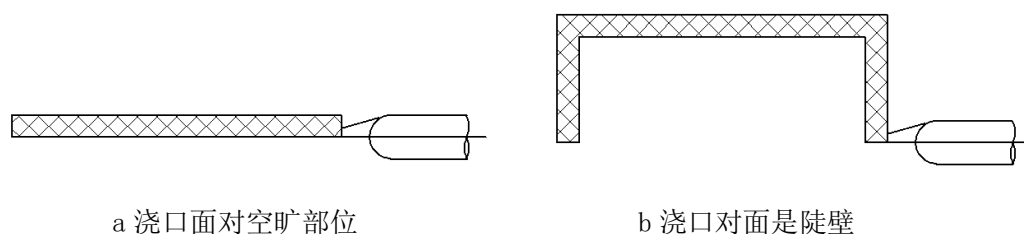

图 6-7 分流道样式设计
3) 当浇口面对空旷部位填充时, 流道应设计成 S 形、m 形、L 形, 以防止浇口部位产生 _____; 当浇口面对陡壁填充时, 流道可以不用设计成 S 形, 以防止 _____ 损失过大。如图 6-7 所示。